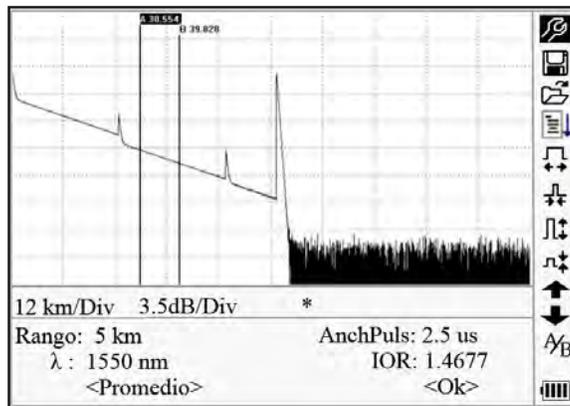

Figura 4-8. Alterar mediciones de pruebas en tiempo real
2. Utilice ◀ y ▶ para pasar al parámetro a cambiar (figura 4-8) y después presione **Enter** (Ingresar).